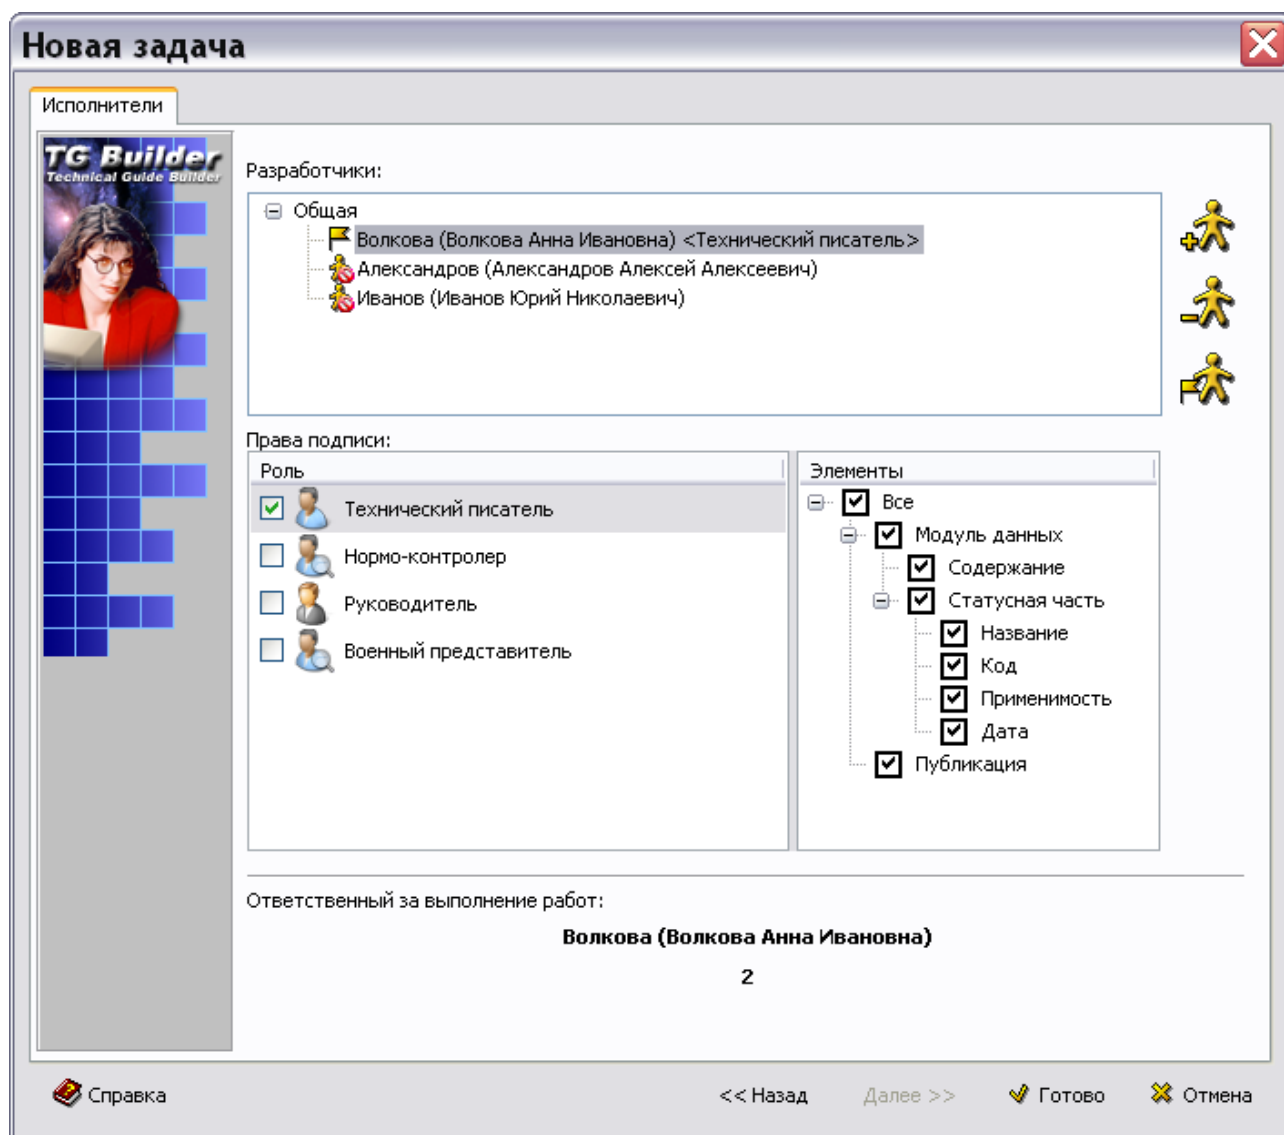

Рис. 2.72
4. Прodelайте аналогичные действия для каждого пользователя (Рис. 2.72).